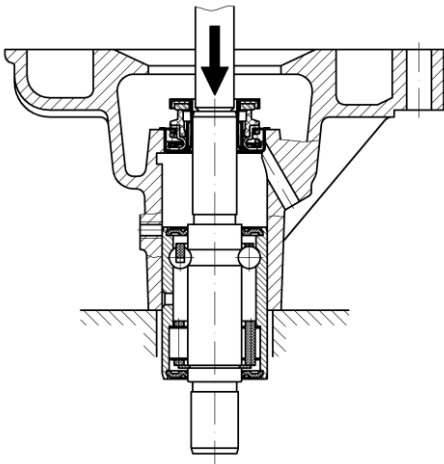

Рис.62. Выпрессовка подшипника с
- выпрессовать из корпуса подшипник (рис.62). Выпрессовку подшипника производить на прессе или с помощью медной оправки. Для более легкой выпрессовки рекомендуется нагреть водяной насос до температуры плюс 80 °С;